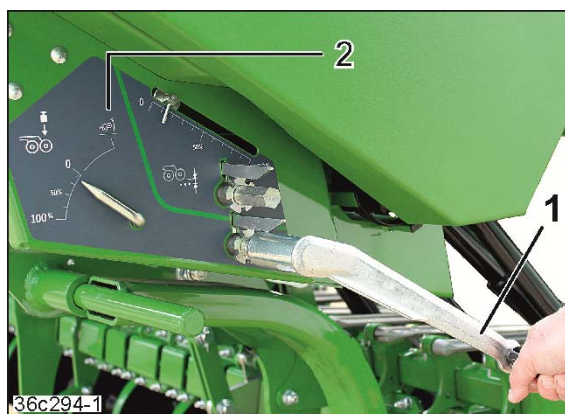

Рис. 145
1. Отрегулируйте давление сошников центральным ключом (Рис. 145/1) [см. гл. «Давление сошников/подъем сошников (ручной привод)», стр. 77].
Сошники поднимаются из почвы, когда при вращении центрального ключа против часовой стрелки (-) стрелка переходит отметку 0 %. После подъема сошников стрелка показывает на значок (Рис. 145/2).